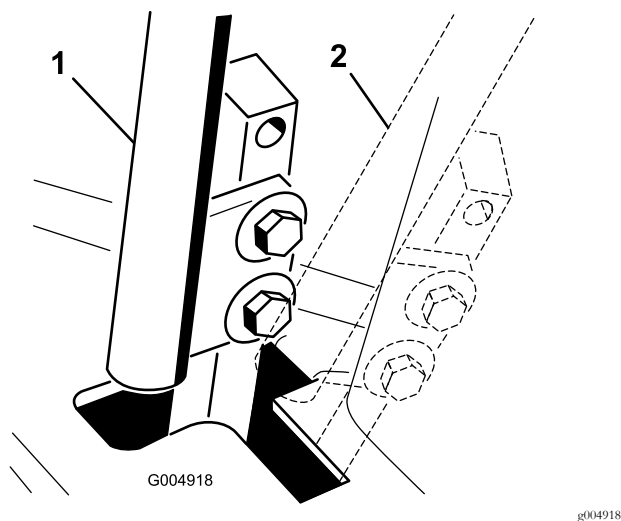

Figure 55
4. Placez le levier de commande au POINT MORT, **sans le verrouiller** (Figure 55).
6. Vérifiez la position du levier par rapport au cran de la console (Figure 55).